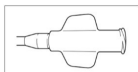

Figura 2: Conector de irrigação
2. Caso pretenda realizar irrigação, encaixe o conector de irrigação na seringa fornecida cheia com soro fisiológico estéril (Figura 2).